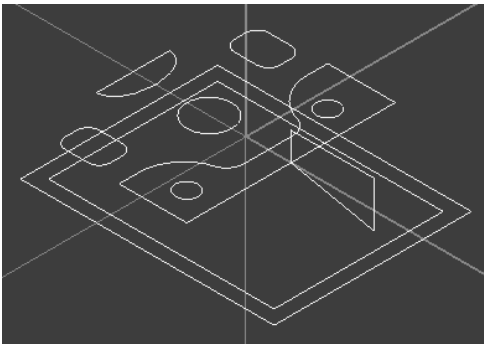

图 3-4 二维图形的最终效果
8) 将萤幕视图切换到“俯视图”，将作图深度设定为  $Z=-2$ ，绘制  $\phi 8$  的圆两处，中心点为  $X4\ Y25$  和  $X4\ Y-25$ ，整个二维图形如图 3-4 所示。